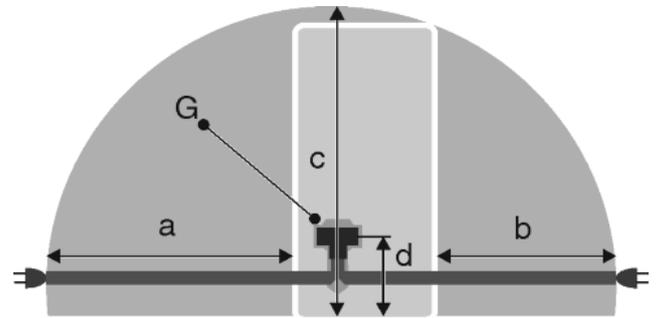

Fig. 28
- Steckdose liegt außerhalb des Geräterückseitenbereichs im gegebenen Bereich *Fig. 28 (a, b, c)*.
- ▶ Gerätestecker *Fig. 28 (G)* auf der Rückseite des Gerätes einstecken. Auf richtiges Einrasten achten.